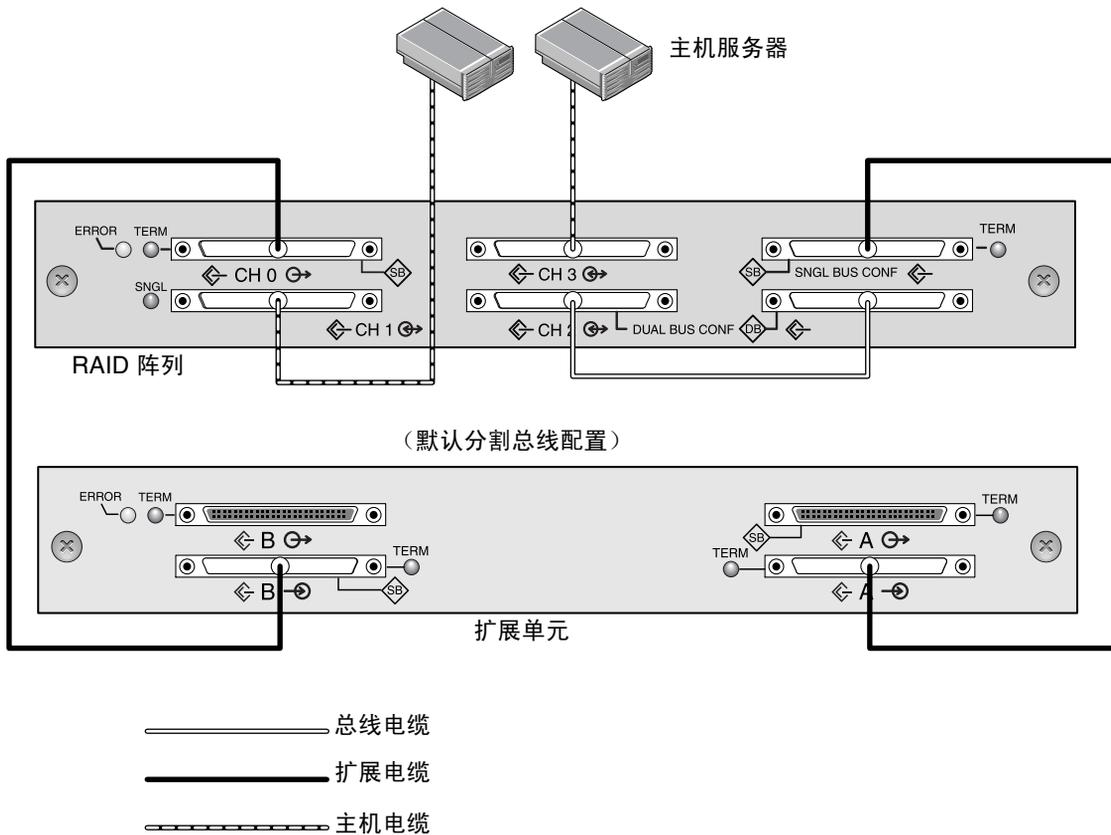

图 4-22 含有一个 RAID 阵列和一个扩展单元的分割总线配置
在图 4-22 中，RAID 通道 0 和通道 2 被扩展到在 RAID 阵列上设置的分割总线配置中的扩展单元中，并在默认情况下保留为扩展单元。
3. 基于图 4-22 中显示的配置，用于分割总线配置的各个默认驱动器 ID 显示在下列各图中。